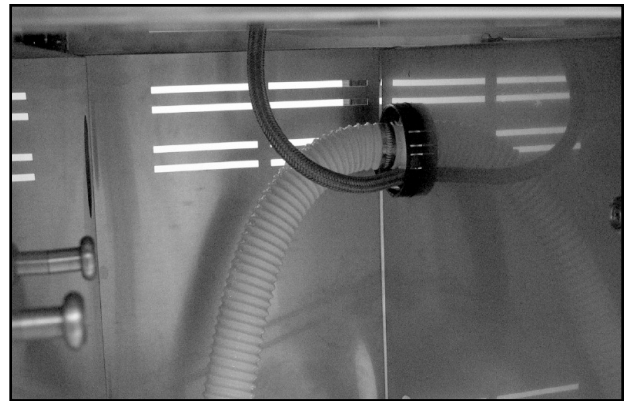
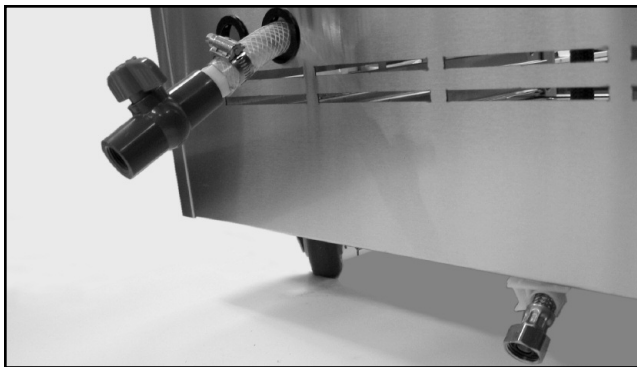

Fig. 49
Fig. 50
10. Acheminer le tuyau d'alimentation en eau dans le trou du séparateur central, vers le bas vers l'ouverture inférieure de la desserte (Fig. 49). Placer l'extrémité du tuyau d'alimentation en eau dans le clip de sécurité à clapet et le bloquer en place (Fig. 50)